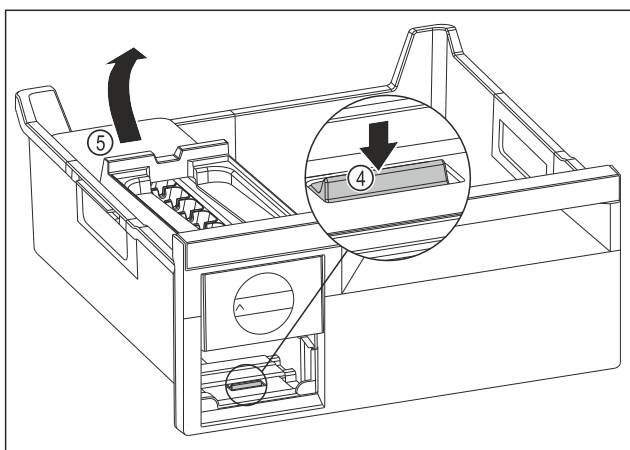

Fig. 106
- Ta ut EasyTwist-Ice-enheten: Tryck ned skenan Fig. 106 (4) med fingret och lyft samtidigt EasyTwist-Ice-enheten Fig. 106 (5) bakifrån med andra handen.